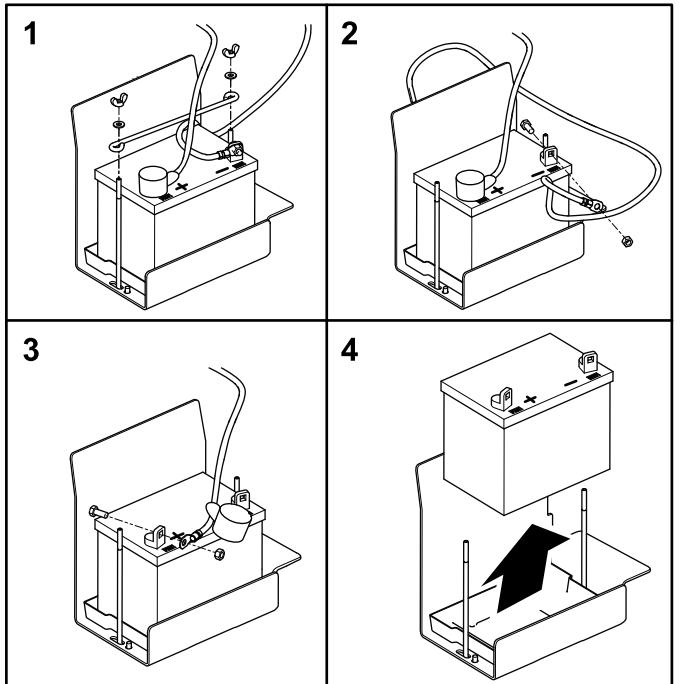

Bild 51
2. Entfernen Sie die Flügelmuttern und Unterlegscheiben, mit denen die Akkuhalterung befestigt ist (Bild 51).